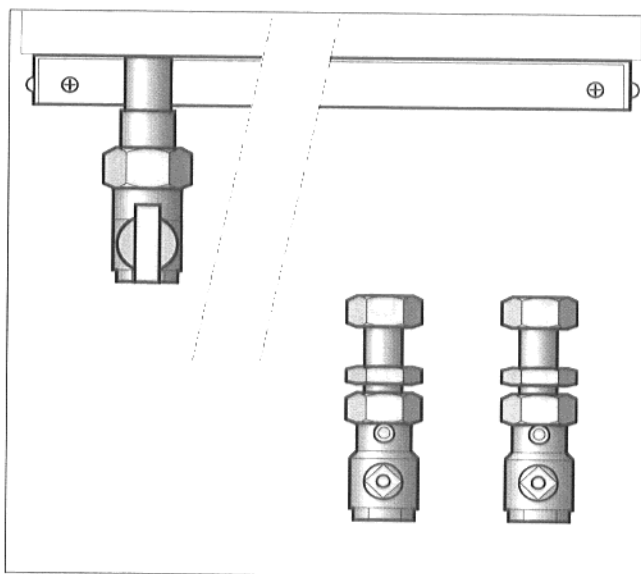

Fig. 6: rubinetti di manutenzione, rubinetto del gas
- Ermetizzare e montare i rubinetti di manutenzione al collegamento murale della mandata e del ritorno (Fig. 6).
- Montare al rubinetto di manutenzione del collegamento murale della mandata l'avvitamento ad anello di serraggio per il raccordo a gomito (Fig. 6).
- Ermetizzare il rubinetto del gas al collegamento murale ed all'apparecchio. Tenere presente l'anello torico integrato (Fig. 6).